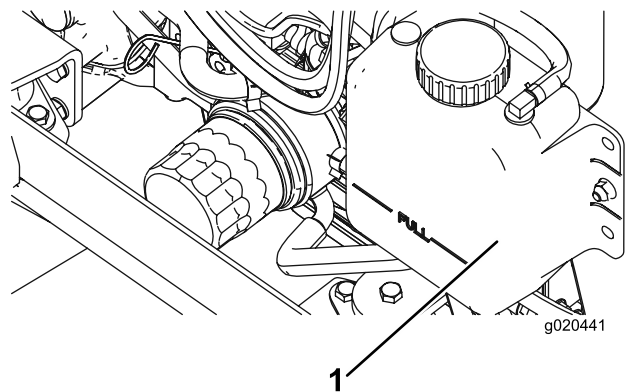

Figura 118
2. Retire cuidadosamente el tapón del radiador y el tapón del depósito de expansión (Figura 118).